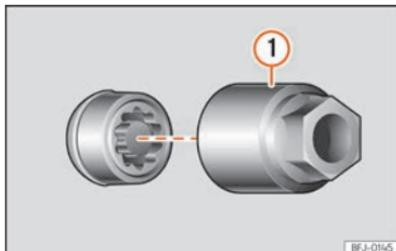

Fig. 195 Tornillo antirrobo de la rueda con capuchón y adaptador.
- Encaje el adaptador especial >>> **fig. 195 ①** (herramienta de a bordo >>> pág. 269) en el tornillo antirrobo de la rueda hasta el tope.